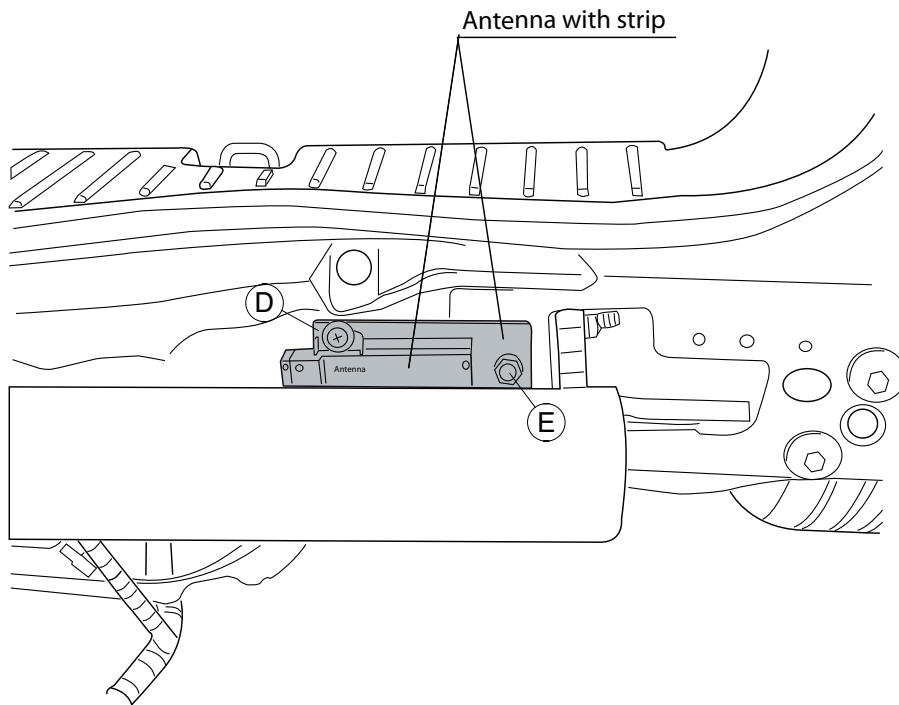

Fig.5
2. Снять бампер вместе со стальным буферным брусом автомобиля; буферный брус больше не понадобится. Поставить болты на место. См. рисунок 5.
3. Переместите антенну, если имеется. См. рисунок 5.
4. Поместите полосу D на заднюю стенку автомобиля и прикрепите ее к точке E. См. рисунок 5.